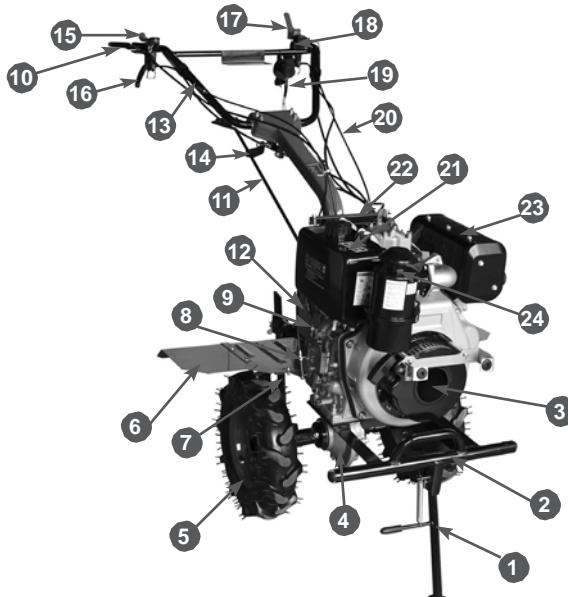

Рис.1 Расположение основных узлов и органов управления
Расположение основных узлов и органов управления представлено на Рис.1.
блока (1) Рис.1.
1. Возьмитесь за рычаг сцепления 18 (Рис.1) нажмите и отпустите его 2-3 раза, чтобы включить сцепление. Если включить сцепление не получается, проверьте регулировку свободного хода рычага.
- Нажмите на рычаг реверса 16 (Рис.1) и отпустите его 2-3 раза, чтобы включить передачу. Если включить передачу не получается, изменяйте положение рычага, пока передача не включится,